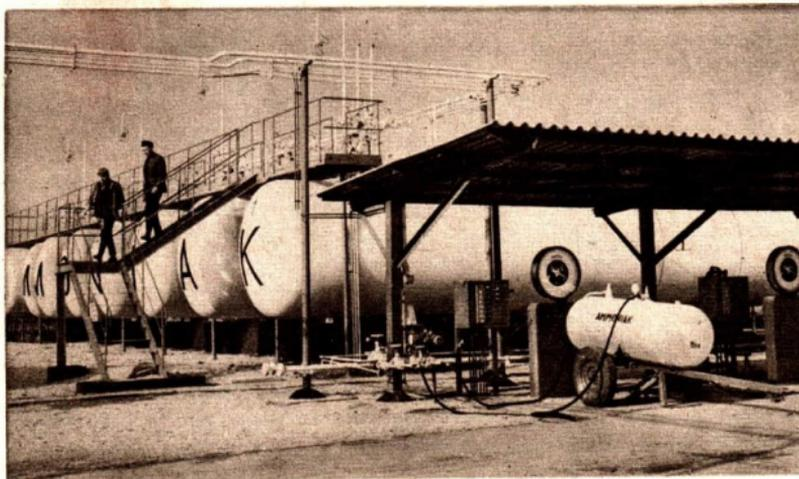

Abb. 9 Flüssiges Ammoniak wird als Düngemittel verwendet.
niak und wäßrige Ammoniaklösung als Düngemittel Verwendung (Flüssigdünger). Die Verwendung von flüssigem Ammoniak bringt gegenüber festen Stickstoffdüngern eine Kosteneinsparung von etwa 40% bei der Düngemittelherstellung und von etwa 30% beim Transport. Diese Vorteile überwiegen gegenüber dem Mehraufwand, der durch die Einrichtung von Ammoniaktanklagern und durch die notwendigen drucksicheren Behälter zum Ausbringen des Ammoniaks entsteht (Abb. 9). Ammoniak wird auch zur Herstellung anderer stickstoffhaltiger Verbindungen, wie Salpetersäure und Aminoplasten, verwendet (Abb. 10). ③